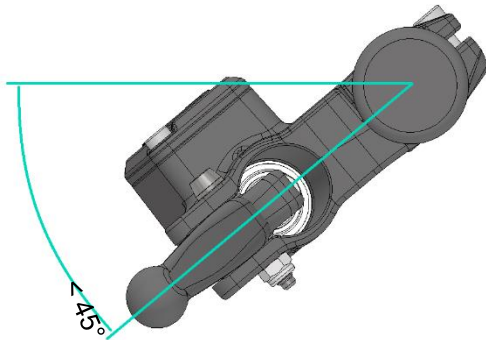

Abbildung 3 - Ausrichtung Bremsarmatur zur Horizontalen
4. Die Armatur sollte einen Winkel von 45° zur Horizontalen nicht unterschreiten (siehe Abbildung 3, S. 6).